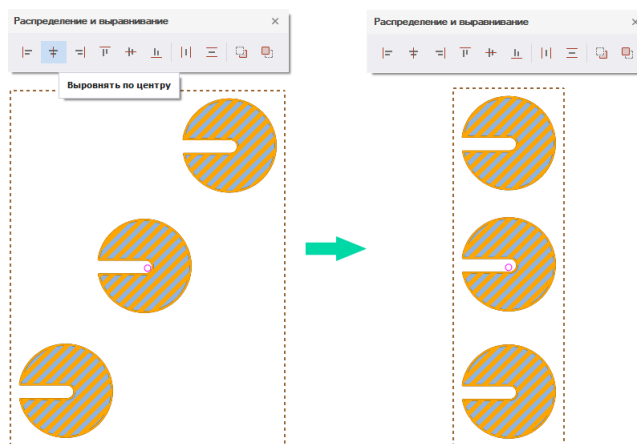

Рис. 247 Выравнивание по центру
2. На панели «Распределение и выравнивание» выберите инструмент «Выровнять по центру», который обозначен символом , см. Рис. 247.